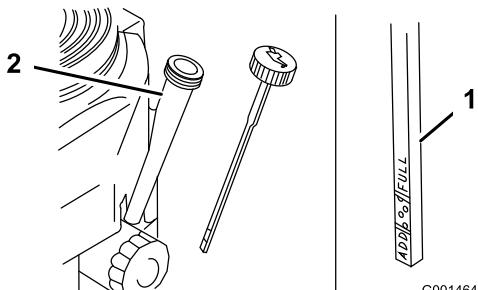

Figura 34
5. Desenrosque la varilla de aceite y límpie el extremo (Figura 34).
6. Deslice la varilla a fondo en el tubo de llenado, pero no la enrosque en el tubo (Figura 34).
9. Vierta lentamente un 80% aproximadamente de la cantidad especificada de aceite por el tubo de llenado (Figura 34).